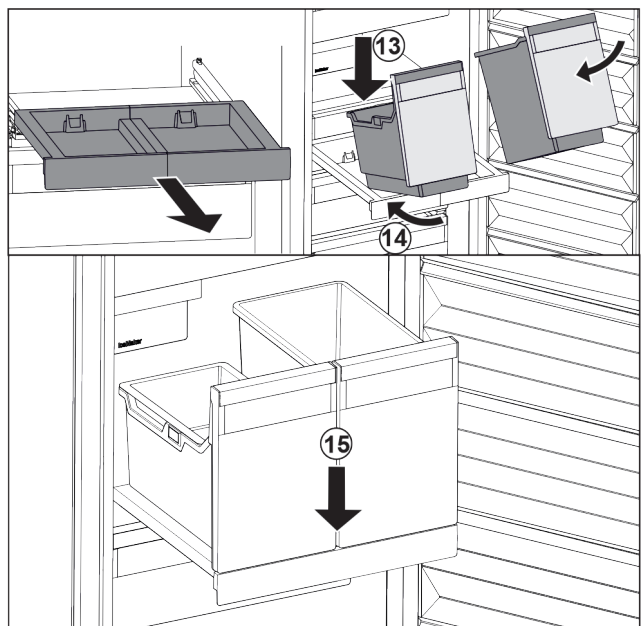

Fig. 129
- ▶ Sett beholderen skrått på uttrekksplaten. Fig. 129 (13)
- ▶ Skyv inn beholderen skrått bakover. Fig. 129 (14)
- ▶ Sett ned beholderen foran. Fig. 129 (15)